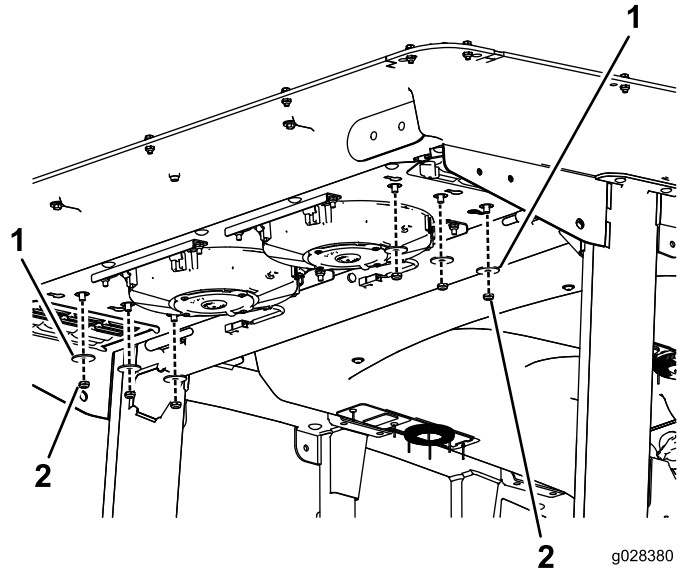

Figura 71
2. Retire las 6 tuercas y arandelas de la parte inferior de la parte trasera de la cabina (Figura 71).